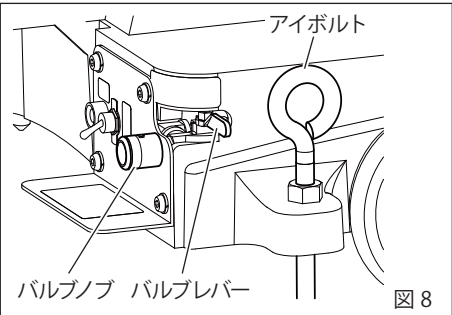
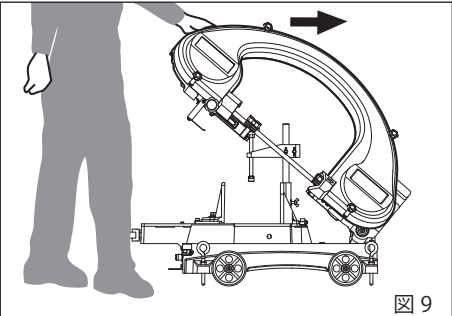

図 8
図 9
2. 運搬 (図 8 ～図 9)
バルブレバーを右いっぱいに戻してからフレームの持ち手を持って上げてください。その状態でフレームの持ち手を持って進行方向に押してください。アイボルトは事前に運搬に支障がない位置まで上げてナットを締めておいてください。(図 8、9)
5. フレームの上昇・降下 (図 8)
①フレームの上昇
バルブレバーを右に回してからフレームの持ち手部を持って上げてください。(図 8)